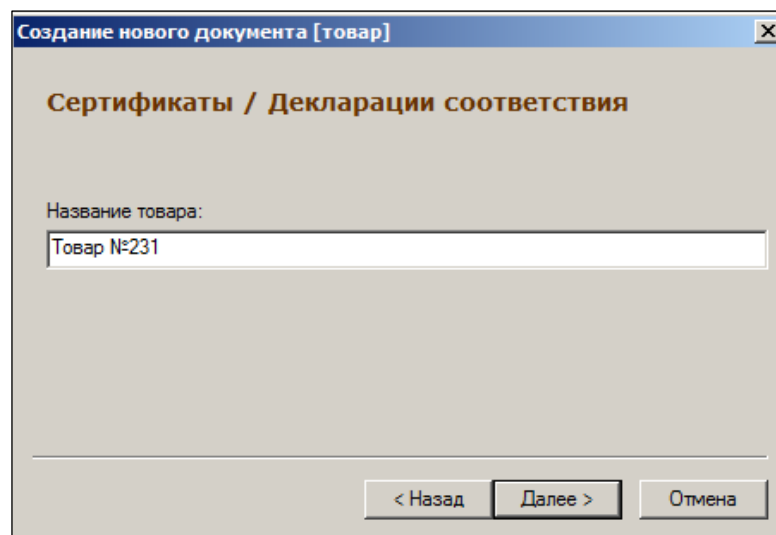

Рисунок 120 – Создание сертификата (7)
8. Ввести название товара (Рисунок 120):